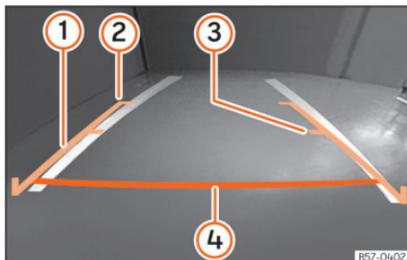

Abb. 212 Anzeige auf dem Bildschirm des Infotainment-Systems: Orientierungslinien.
- Die Beladung des Fahrzeugs verändert die Darstellung der Orientierungslinien »» Abb. 212. Die von ihnen dargestellte Breite verringert sich bei zunehmender Beladung. Achten Sie auf die Umgebung des Fahrzeugs, wenn der Innenraum oder der Gepäckraum beladen sind.
»» **Abb. 212**